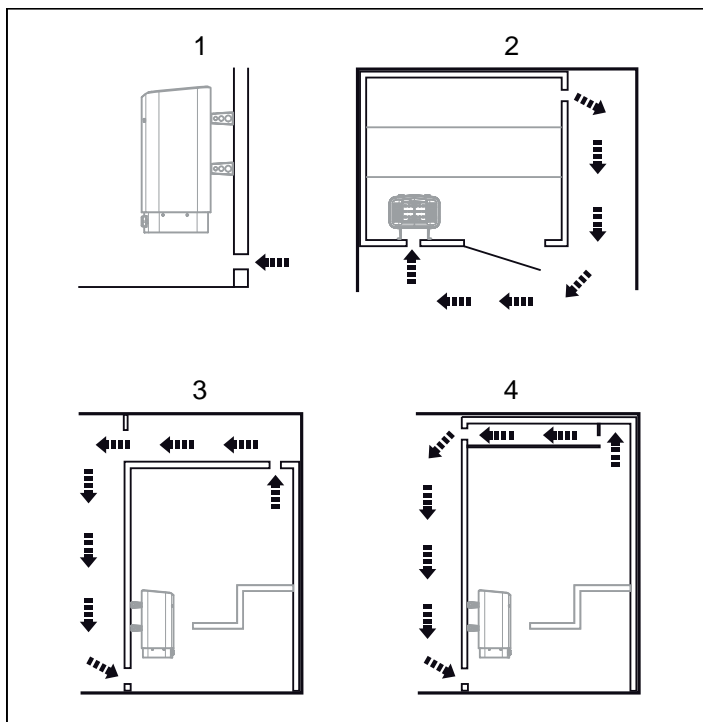

Fig 4: In- och utluftsventilens placering
- med maximalt avstånd till inluftsventilen, t.ex. i diagonal (se Fig 4, sidan 2).
- högt på väggen eller i taket (se Fig 4, sidan 2).